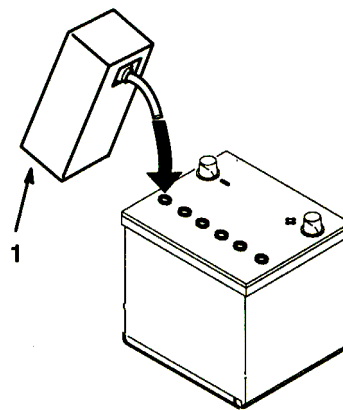

図9
4. 電解液が電極板に吸収されるまで、20~30分間待つ。各セルの電極板が液面下 6mm 程度に水没するように、必要に応じて電解液を補充する (図9)。